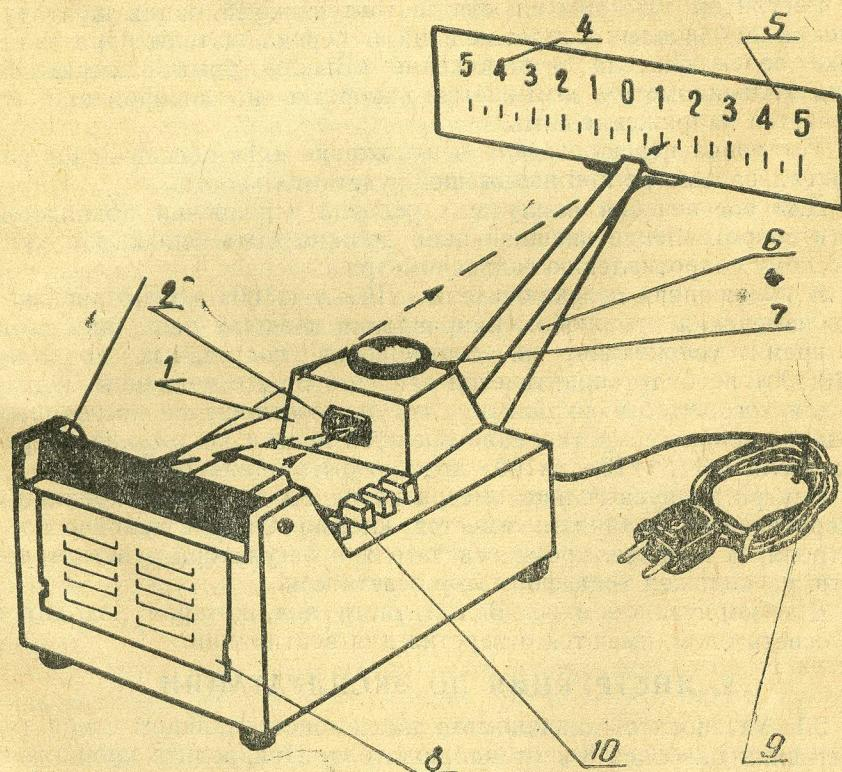

Рис. 1. Внешний вид гальванометра
Измерительный механизм закреплен в специальном гнезде и закрыт литой металлической крышкой I (рис. 1).
Ход светового луча на рис. 1 обозначен штриховой линией. Наружное зеркало может поворачиваться вокруг оси, что обеспечивает регулировку положения светового указателя на шкале в вертикальном направлении.
2.1. Установите гальванометр на демонстрационном столе, на расстоянии не более 8 м от наблюдателя. Прикрепите кронштейн к корпусу гальванометра винтами. Установите на кронштейне циферблат так, чтобы выбранная шкала была обращена к лучу света, отраженному от наружного зеркала (рис. 1).